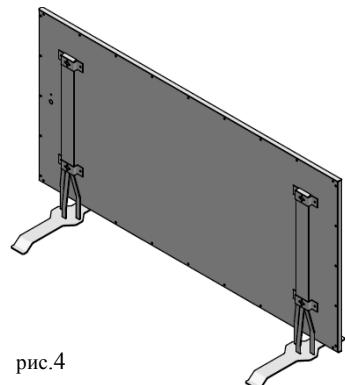

рис.4
- Отметьте места отверстий по таблице (рис. 4), просверлите отверстия, вставьте шпонки и ввинтите частично винт, оставьте наружке около 5мм.
Монтаж – отдельная установка (рис. 4)